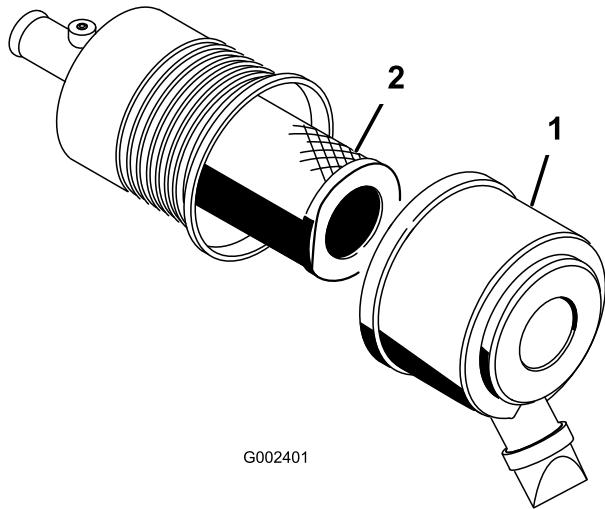

図 42
1. エアクリーナのラッチを外し、ボディーからカバーを抜き出す図42。
3. 次フィルタをゆっくり引き抜くようにしてエア・クリーナのボディーから外す図42。
6. 安全フィルタを交換する場合には、十分に注意しながら、フィルタのボディに挿入する図42。
7. 1次フィルタをゆっくり押し込むようにして安全フィルタの上から取り付ける図42。
8. 上下方向を間違えないように、エアクリーナカバーを正しく取り付け、ラッチを掛ける図42。